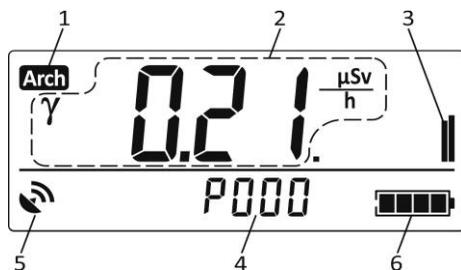

Рисунок 2.37 – РКІ дозиметра
2.3.6.10.2.2 У цьому режимі на РКІ дозиметра відображаються (рис. 2.37):
- символ **Arch** (1) – ознака режиму перегляду результатів вимірювань, що записані в енергонезалежну пам'ять;
- результат вимірювання (2);
- індикатор розміщення результату вимірювання в енергонезалежній пам'яті (3);
- номер об'єкта вимірювання (4);
- символ  - ознака наявності в пам'яті географічних координат об'єкта вимірювання (5);
- символ стану акумулятора (6).